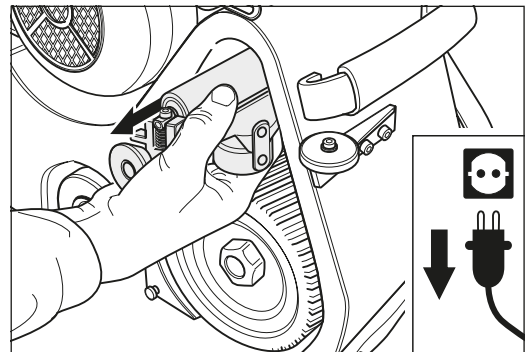

Fig. 30 Retirer avec précaution le dispositif.
- 9 Retirez le dispositif et nettoyez-le (fig. 30).